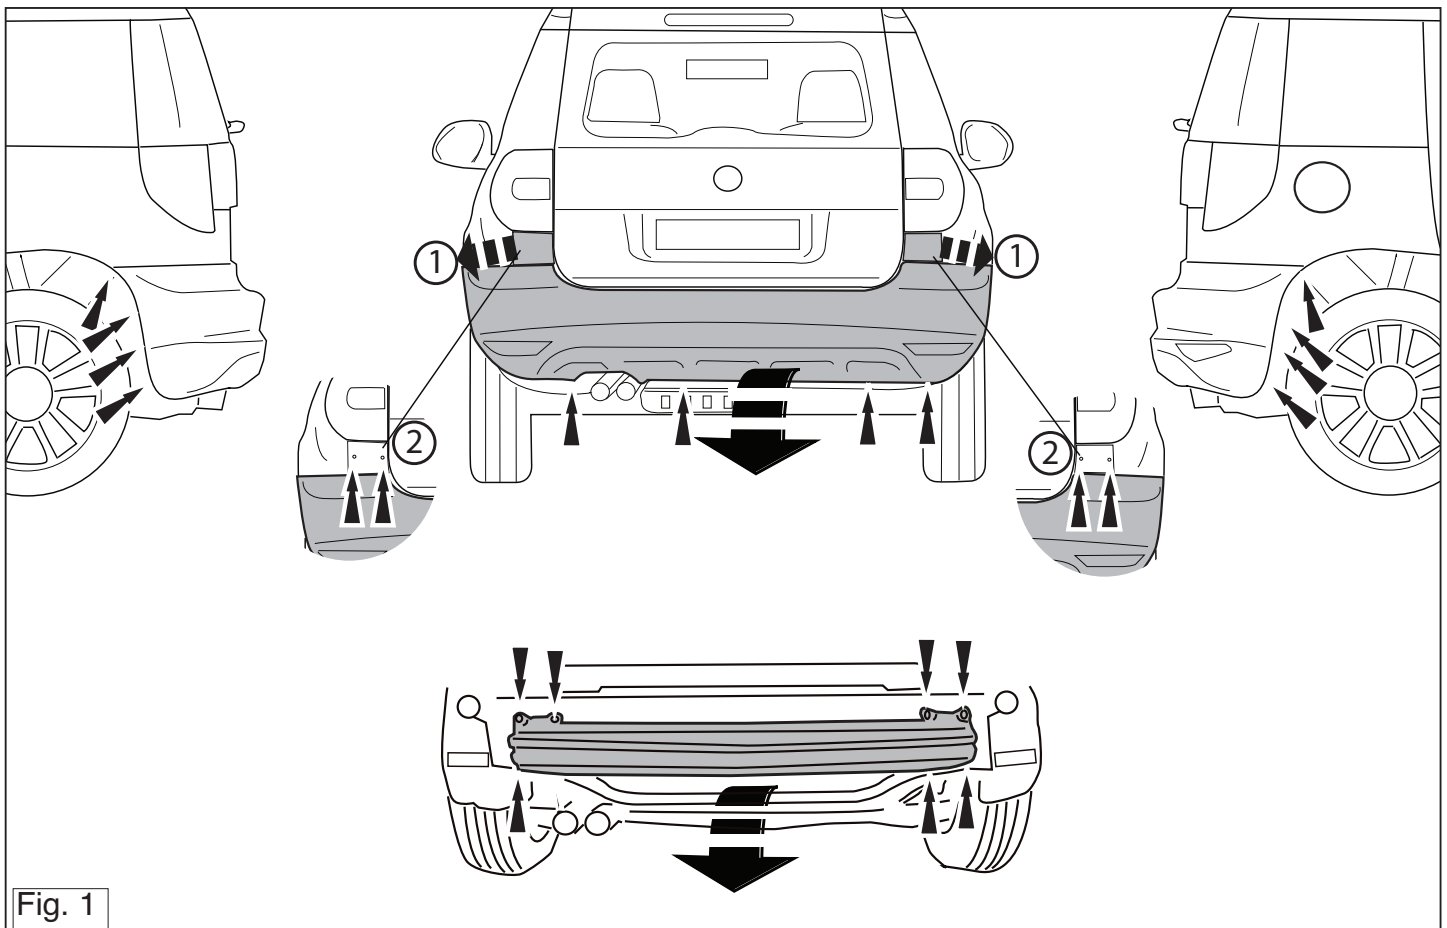

Fig. 1
1. Remove bumper (Torx head screws around each wheel arch, along lower edge of rear panel, beneath each light cluster (light cluster must be removed). and the steel buffer beam from the vehicle. The buffer beam will no longer be needed. Replace the bolts. See figure 1.
1. Die Stoßstange einschließlich des stählernen Stoßbalkens vom Fahrzeug abmontieren. Der Stoßbalken wird nicht mehr benötigt. Die Schrauben wieder anbringen. See figure 1,
1. Déposer le pare-chocs du véhicule y compris la traverse en acier ; la traverse ne sera plus utilisée. Remettre les boulons de fixations en place. Voir la figure 1.